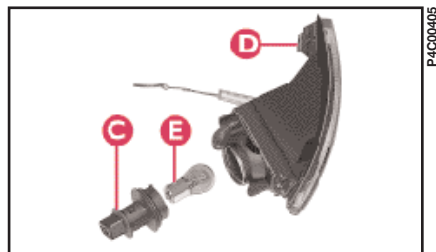

fig. 14
4) Togliere la lampada **E** (fig. 14), spingendola leggermente e girandola in senso antiorario.